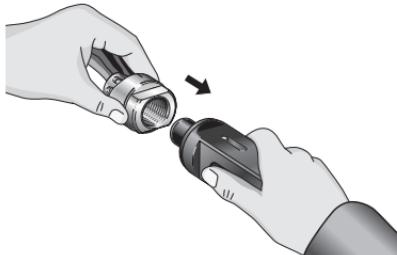

Figura 8 – Montaje del acoplamiento en el expensor
3. Coloque el extremo roscado del acoplamiento sobre el extremo del expensor. Vea la Figura 8.